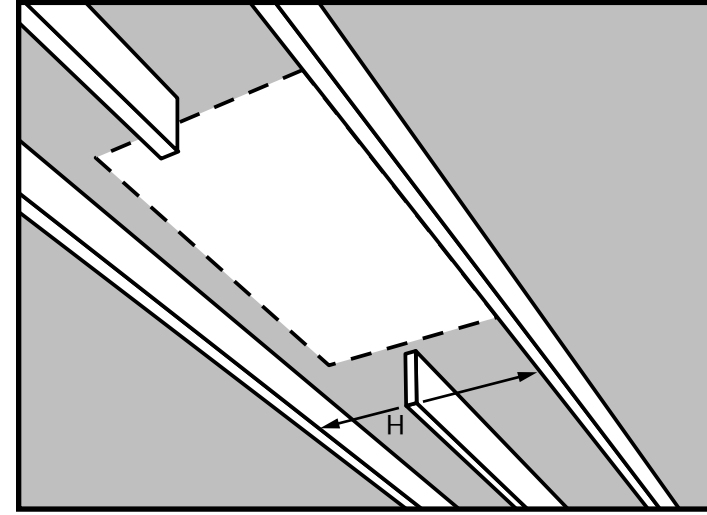

Figura 15
- PASO 1. Mida la longitud "H" de travesaño entre las vigas no-cortadas según se muestra en la Figura 15.